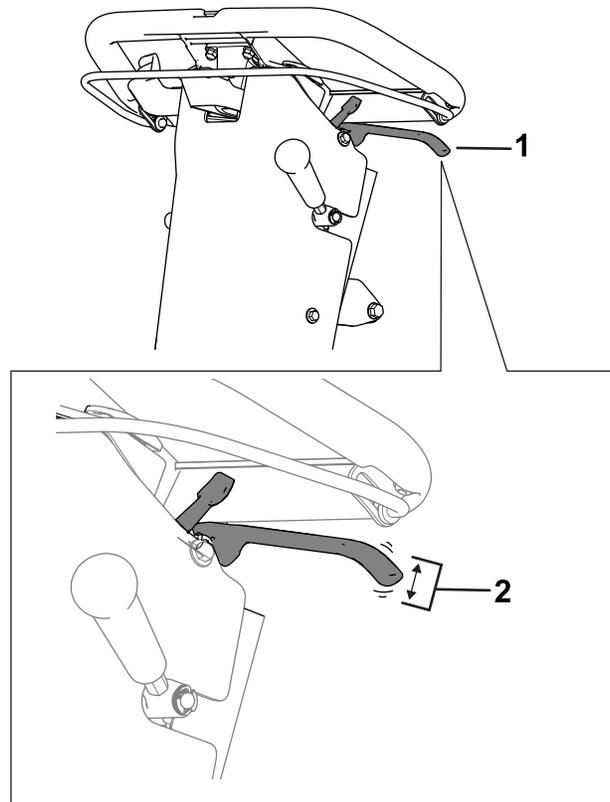

図 34
2. 駐車ブレーキハンドルの端部で遊びの長さを測定する図 34。